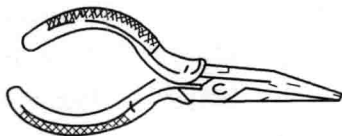

图 1-4 尖嘴钳
(1) 尖嘴钳的样式及规格。如图 1-4 所示, 尖嘴钳因其头部尖细, 适用于在狭小的工作空间操作。尖嘴钳绝缘柄的耐压值为 500V。